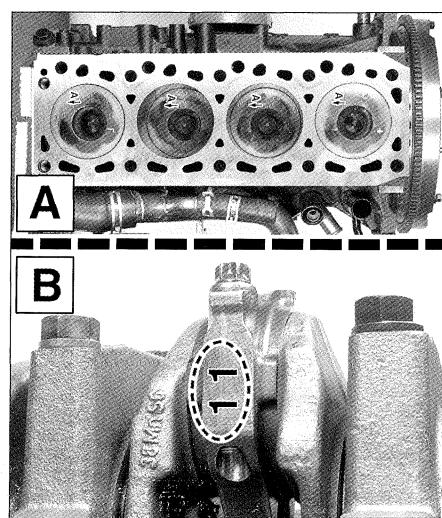

FIG. 48
- Colocar cada conjunto biela y pistón en el bloque motor orientando las flechas grabadas (A) en los pistones hacia la distribución (n°1 lado distribución) y alineando las marcas (B) de clase o de emparejamiento de la biela con la tapa (**fig. 48**). Apretar las tapas de biela con tornillos nuevos al par prescrito.